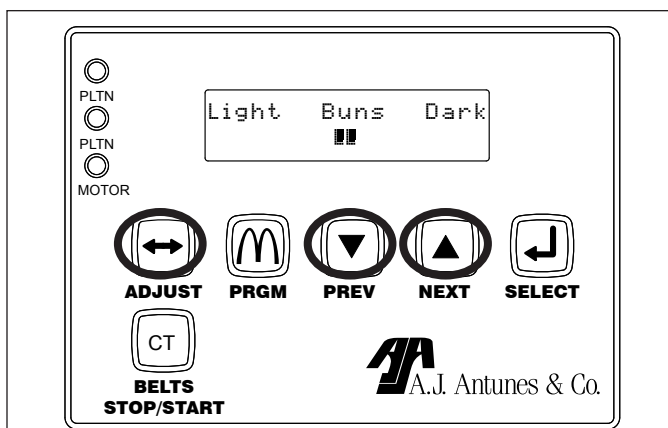

Figura 6. Ajustar la calidad de tostado
1. En el panel posterior de control, presione y suelte el botón **ADJUST** [ajustar] (Figura 6).
2. Use los botones **PREV** y **NEXT** [siguiente] para ajustar la calidad de tostado a más claro o más oscuro respectivamente (Figura 6).